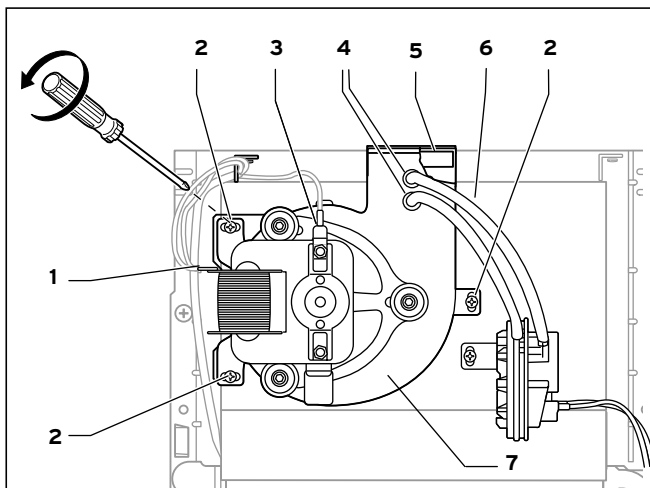
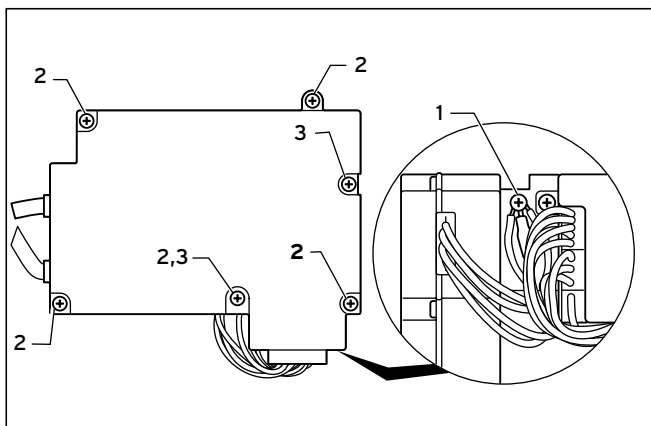

Fig. 7.6 Smontaggio del ventilatore
Fig. 7.9 Vista laterale della cassetta dei collegamenti
- Reinserire tutti i contatti. Attenzione al collegamento del conduttore di protezione (3). Sincerarsi di riapplicare i flessibili di silicone del pressostato differenziale come illustrato nella fig. 7.6.
- Staccare gli allacciamenti al collegamento a massa (1).
- Svitare le viti (3) e rimuovere la cassetta dei collegamenti.
- Aprire la cassetta dei collegamenti allentando le viti come illustrato (vedere fig. 7.9).
- Sincerarsi inoltre di eseguire correttamente il collegamento a massa (vedere fig. 7.6 e fig. 7.9).